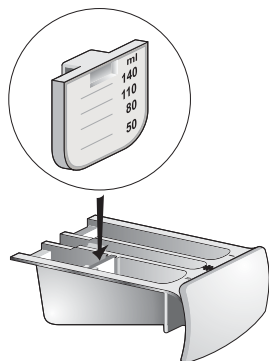

Рис. 28
Возможно также применение жидких моющих средств для основной стирки после установки вкладыша в камере **В** (рис. 28). Вкладыш находится в оборудовании машины.
- ❑ моющими средствами следует наполнять соответствующие камеры емкости для детергентов (рис.28).
**Важно! Надо систематически чистить сифон камеры емкости детергентов для обеспечения его проходимости (см. рис. 28).**